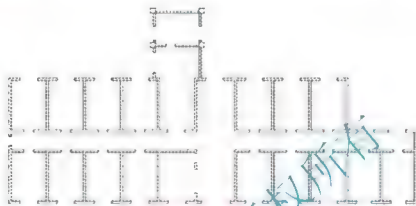

图 2.139 选择屏幕上所有显示的图形对象
③ 在选择多段线或 [多条(M)]: 提示下, 输入“M”后按 Enter 键, 表示一次要编辑多条线。
④ 在选择对象: 提示下, 输入“ALL”后按 Enter 键, 表示选择屏幕上所有显示的图形对象作为【编辑多段线】命令的编辑对象, 结果屏幕上显示的所有图形变虚, 如图 2.139 所示。